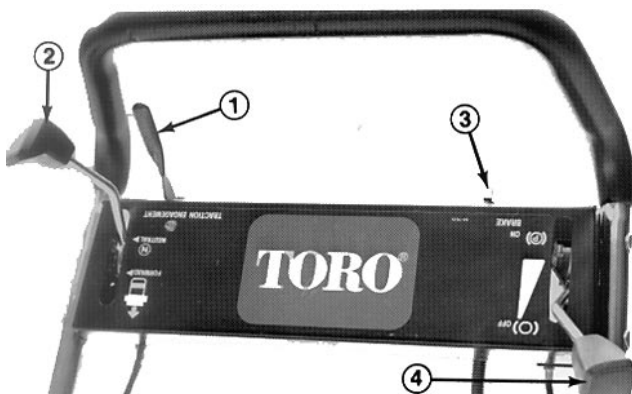
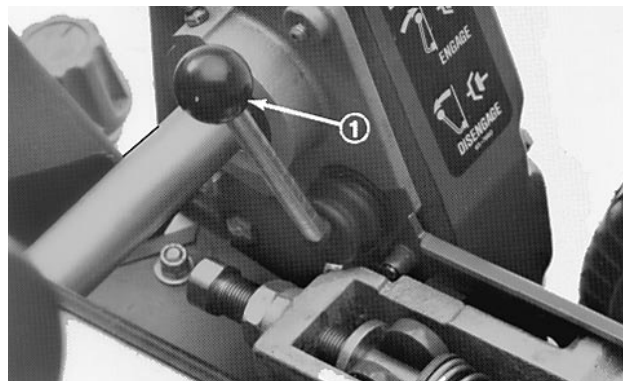

Fig. 12
Fig. 13
Leva di innesto della trazione (Fig. 12)—Si trova a destra, sul davanti del pannello di controllo. La leva ha due posizioni: NEUTRAL e FORWARD (folle e avanti). Spingere la leva in avanti per innestare la trazione.
Interruttore (Fig. 12)—Si trova a sinistra, sul retro del pannello di comando. Spostare l'interruttore su ON per avviare il motore e su OFF per arrestarlo.
Freno di esercizio/stazionamento (Fig. 12)—Si trova a sinistra, sul davanti del pannello di comando. Utilizzare il freno per rallentare o fermare la macchina. Il freno può essere utilizzato anche come freno di stazionamento: riportare la leva al centro per ingranare il freno di stazionamento.
Leva del gas (Fig. 12)—Si trova a destra, sul retro del pannello di comando. Il comando ha due posizioni: SLOW e FAST (minimo e veloce). Il numero di giri del motore può essere commutato fra le due registrazioni.
Leva di innesto trasmissione cilindro (Fig. 13)—Si trova sull'angolo anteriore destro della macchina. La leva ha due posizioni: INNESTO e DISINNESTO. Alzare la leva per innestare il cilindro, ed abbassarla per disinnestarlo.
1. Verificare che le leve della trazione (Fig. 12) e di trasmissione del cilindro (Fig. 13) si trovino in posizione DISENGAGED (disinnestato).
3. Spostare l'interruttore su ON (Fig. 12).
4. Spostare il comando del gas su FAST (marcia) (Fig. 12).